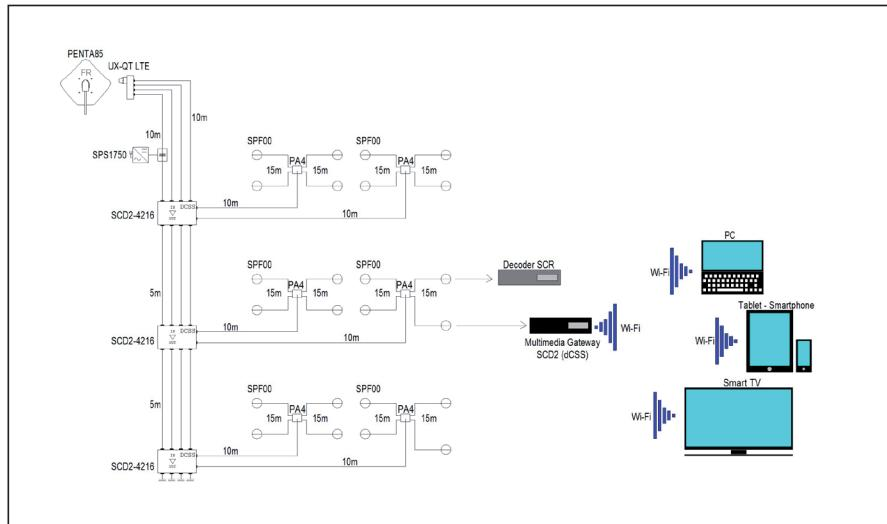
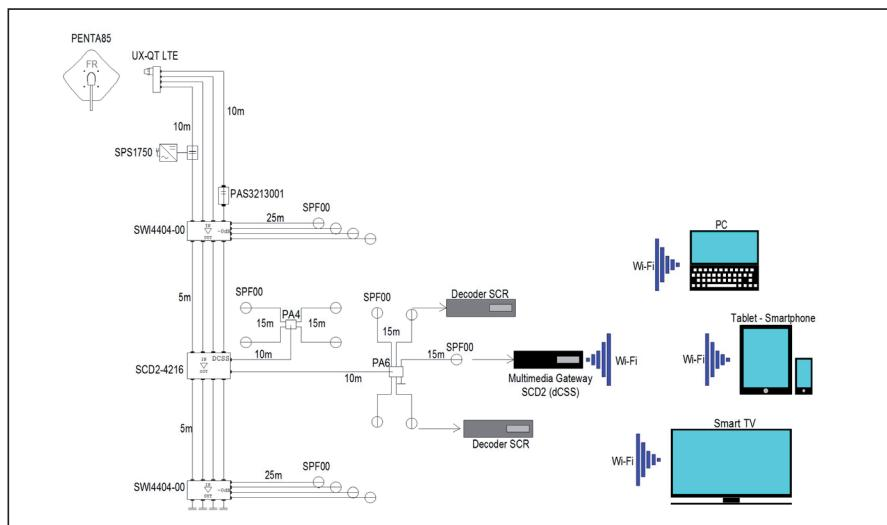
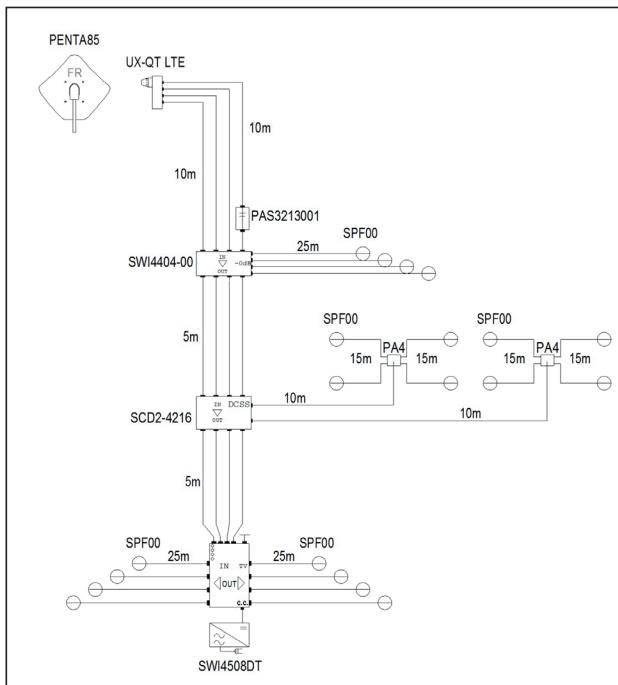

Fig. 4
Fig. 5
Fig. 6
**ITA:** Il multiswitch è interamente alimentato dalla derivata utente del decoder. Per un corretto funzionamento l'LNB deve essere alimentato da un alimentatore posto in testa o alla base dell'impianto (vedi fig. 4 e fig. 5), collegandolo a una delle 4 linee VL (Nero), HL (Verde), VH (Rosso), HH (Giallo). Il prodotto SCD2-4216 può essere utilizzato sia con decoder che supportano il nuovo protocollo DiSEqC-SCD2 (dCSS), sia con decoder che supportano il protocollo DiSEqC-SCR (SCD) tradizionale. Possibilità di integrazione con impianti già esistenti (vedi fig. 5 e fig. 6).
**EN:** The multiswitch derives its operating power from the decoder. To operate properly, the LNB must be powered by a feed positioned at the top or base of the installation (see fig. 4 and fig. 5), by connecting it to one of the 4 VL lines (black), HL (green), VH (red), HH (yellow). The unit SCD2-4216 can be used both with a decoder supporting the new DiSEqC-SCD2 (dCSS) protocol and a decoder supporting the traditional DiSEqC-SCR (SCD) protocol. It can also be integrated with other existing installations (see fig. 5 and fig. 6).